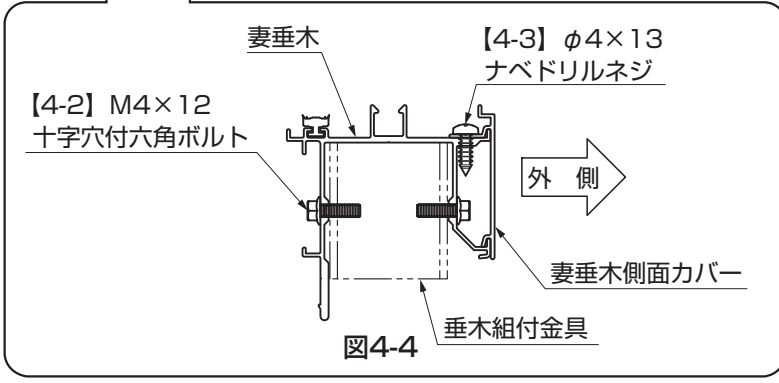

図4-4
- ① 妻垂木を桁・垂木掛けに【4-2】で取付けてください。
- ② 妻垂木側面カバーを妻垂木に【4-3】で取付けてください。(図4-1、図4-4参照)
- 妻垂木には取付ける向きがあります。図4-1、図4-4を参照して取付けてください。